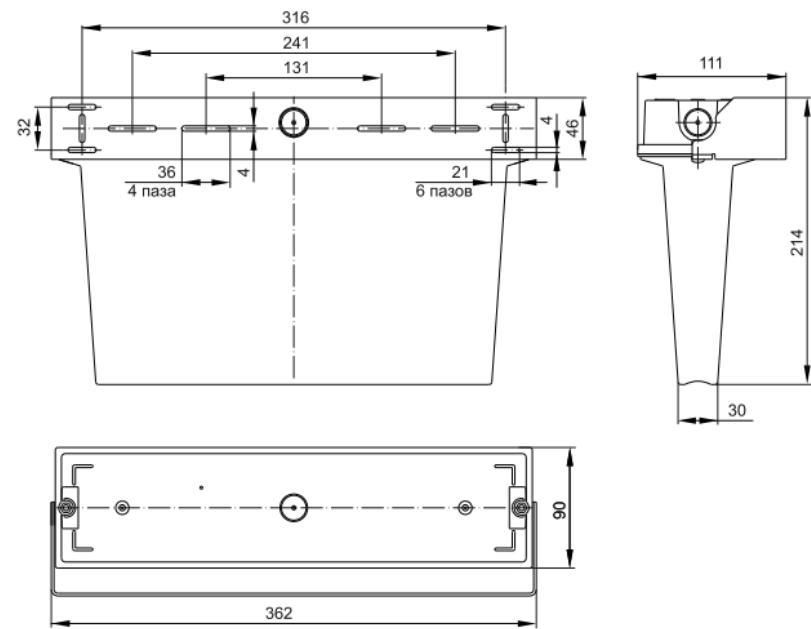

Рисунок 2 – CCA5043-1; CCA5043-3
4.4.3 Светильники CCA 5043-1, CCA 5043-3 монтируются на стену и закрепляются через монтажные отверстия (рисунок 2) при помощи винтов и дюбелей (входящих в комплект поставки).